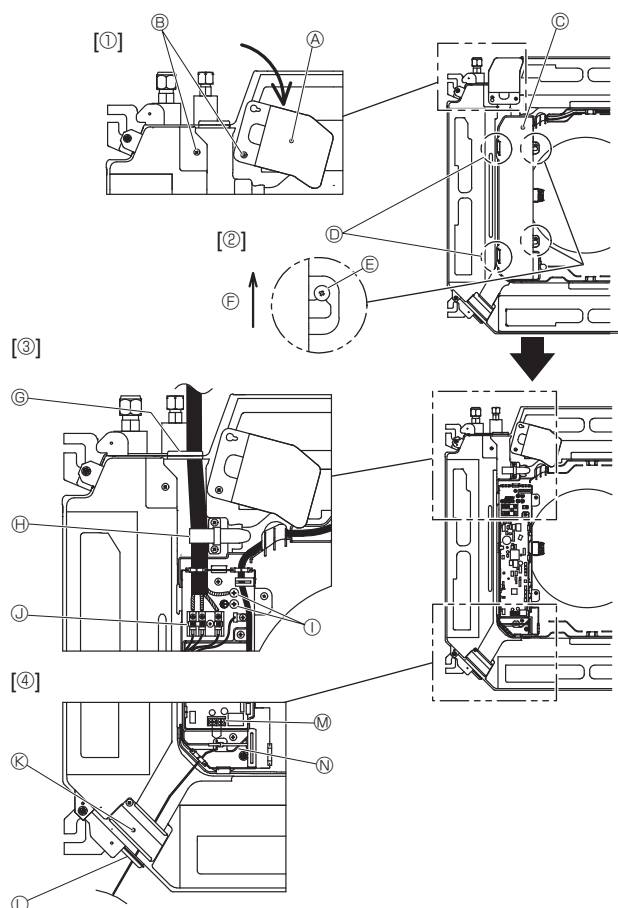
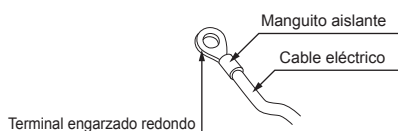
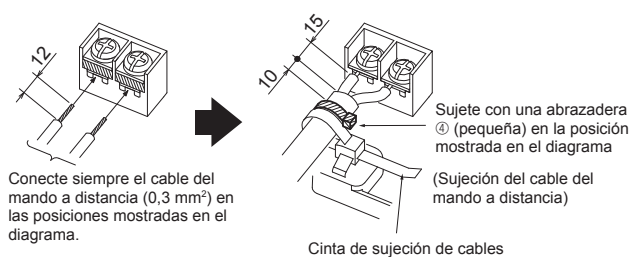

Fig. 6-1
Fig. 6-2
Fig. 6-3
6.1. Unidad interior (Fig. 6-1)
1. Afloje los dos tornillos que fijan el panel de servicio del cableado, y luego gire dicho panel. [Fig. 6-1 ①]
2. Afloje los dos tornillos que fijan la cubierta de la caja eléctrica y luego deslice dicha cubierta. [Fig. 6-1 ②]
3. Pase el cable de alimentación, el cable de conexión de la unidad interior/exterior y el cable de tierra a través de las entradas de cableado indicadas en el diagrama. [Fig. 6-1 ③] Ponga la parte revestida del cable de alimentación y del cable de conexión de la unidad interior/exterior en la caja eléctrica. Utilice terminales engarzados redondos para el terminal de conexión interior-exterior y el kit de terminales de alimentación opcional. [Fig. 6-2] Si no puede utilizar terminales engarzados redondos, siga el procedimiento indicado en las Fig. 6-3-6-6. Consulte los detalles de la conexión en los apartados 6.1.1. y 6.1.2.
4. Pase y conecte el cable del mando a distancia por las entradas de cableado indicadas en el diagrama. [Fig. 6-1 ④, Fig. 6-3] Consulte los detalles de la conexión en los apartados 6.1.1. y 6.1.2.